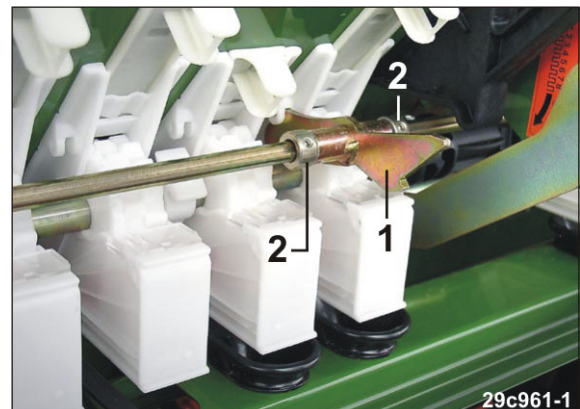

Fig. 129
- Dabei die Halterung (Fig. 129/1), die die Vorgelegewelle axial sichert, in die Aussparung eines Sägehäuses stecken.
12. Die Halterung axial mit zwei Stellringen (Fig. 129/2) sichern.